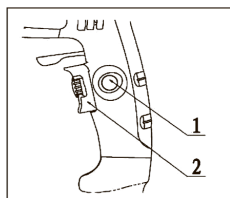

рис.5
4. Включение/выключение дрели (рис.5):
Включение дрели осуществляется нажатием на клавишу выключателя (рис.5 поз.2); - удерживая клавишу, нажатием кнопки (рис.5 поз.1), фиксируем клавишу в рабочем положении; - при повторном нажатии на клавишу, кнопка фиксации (со щелчком) и клавиша возвращаются в исходное положение - выключено.